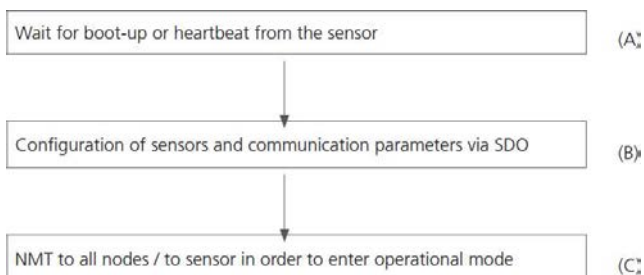

Fig. 26: Processo de inicialização do barramento CANopen
- Após a conexão com a fonte de alimentação, o sensor envia uma mensagem de inicialização em aproximadamente cinco segundos quando o status pré-operacional é atingido. Nesse estado, o sensor só envia mensagens de "heartbeat" se estiver configurado de acordo (consulte o ponto A da Fig. 26).
- Em seguida, o sensor pode ser configurado por meio de SDOs; na maioria dos casos, isso não é necessário, pois os parâmetros de comunicação definidos são salvos automaticamente pelo sensor (consulte o ponto B da Fig. 26).
- Para colocar o sensor em estado operacional, você pode enviar uma mensagem apropriada para todos os participantes do CANopen ou especificamente para o sensor. No estado operacional, o sensor envia os PDOs suportados de acordo com sua configuração em intervalos periódicos ou como mensagens de sincronização acionadas (consulte o ponto C na Fig. 26).